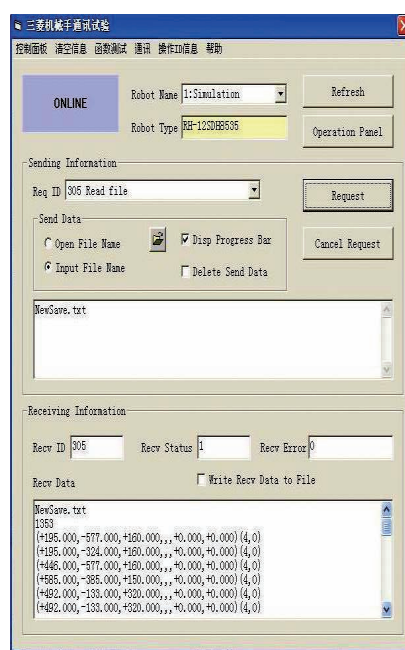

图 8
(5) 利用ID=305读取指定数据文件。在显示中包含了数据文件名、文件大小以及文件的字符串数据清单，如图8所示。